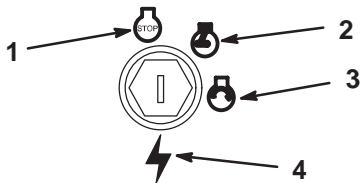

Bild 7
3. Drehen Sie den Zündschlüssel auf „Aus“ (Bild 7).